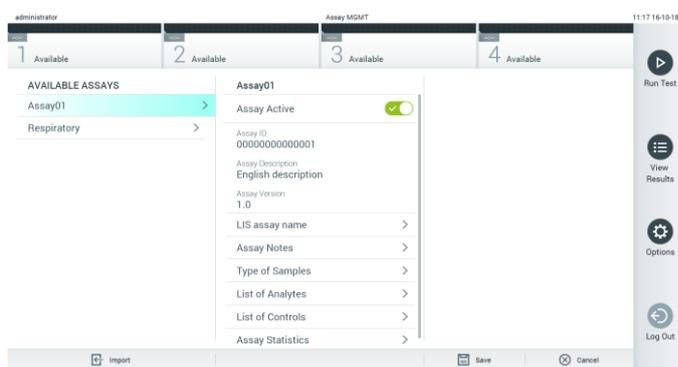

Figura 56. Ativação do ensaio.
7. O ensaio torna-se ativo selecionando Assay Active (Ensaio ativo) (Figura 56).